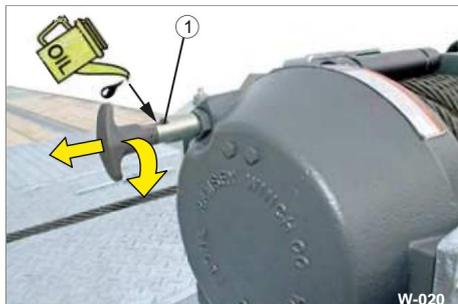

Fig. 24 Esempio: Sgancio del tamburo portacavi
- ÿ Tirare e girare contemporaneamente la leva della frizione (Fig. 24/1).